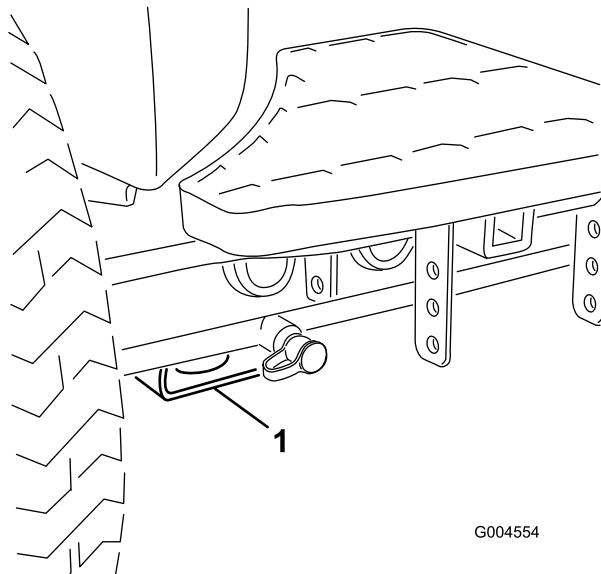

図 46
- ・ 前：各前輪の内側、アクスルチューブの下にある四角いパッド（図 46）